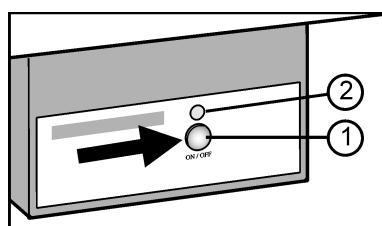

Fig. 15
- Appuyer sur la touche On/Off Fig. 15 (1) afin que la DEL Fig. 15 (2) s'allume.